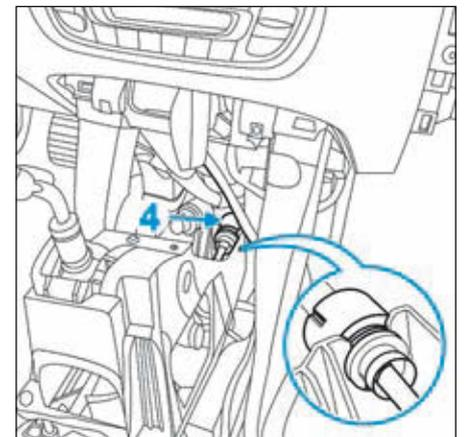

FIG.11
- Dégrafer le câble de commande sur le boîtier de commande de vitesses au niveau de l'arrêt de gaine (4) (Fig.11).